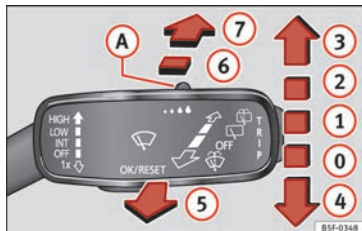

Fig. 39 Uso del tergicristalli e del tergilunotto.
1	<p>INT Tergitura a intervalli per i tergicristalli. Utilizzando il comando » fig. 39 (A), regolare la durata dell'intervallo (nel caso di veicoli privi di sensore pioggia) oppure la sensibilità del sensore pioggia.</p>